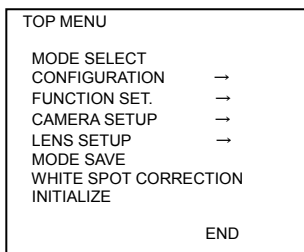

Figura 7-1 TOP MENU
2. Compare lo schermo di configurazione in figura 7-1.